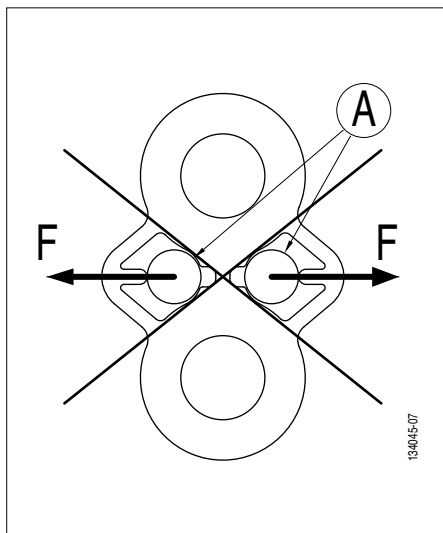

Fig. 5
DANGER : Il est strictement interdit d'accrocher les axes de manille aux bras de retenue (fig. 5, page 5).
- 2) Vérifier que la plaquette de test à rupture TA est correctement amarrée (fig. 2, page 3 et fig. 5, page 5).